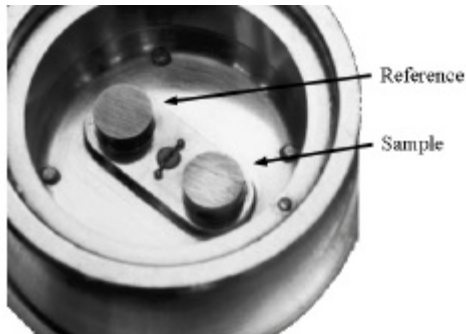

Fig 4 爐體鳥瞰圖，上為 reference 端，下即為 Sample 部份。
3. 先取兩個空的樣品盤分別放入 Reference 與 Sample 端 (Fig 4), 輸入檔名與質量為 0 mg , run 第一個實驗。此實驗稱之為 Baseline。